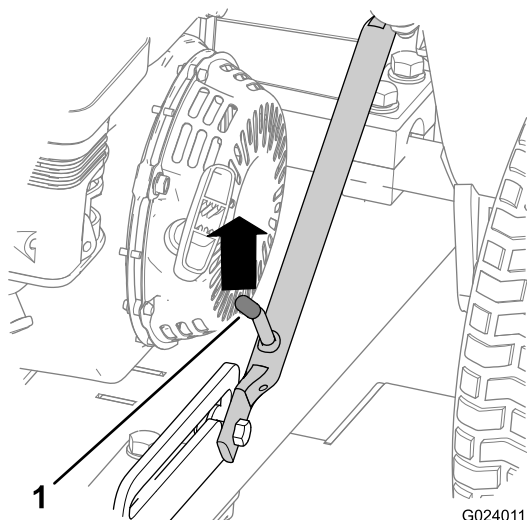

Figura 7
4. Sollevare il gruppo dell'attacco in modo che la leva del dispositivo di fermo sia sbloccata dal fermo di scorrimento (Figura 7).